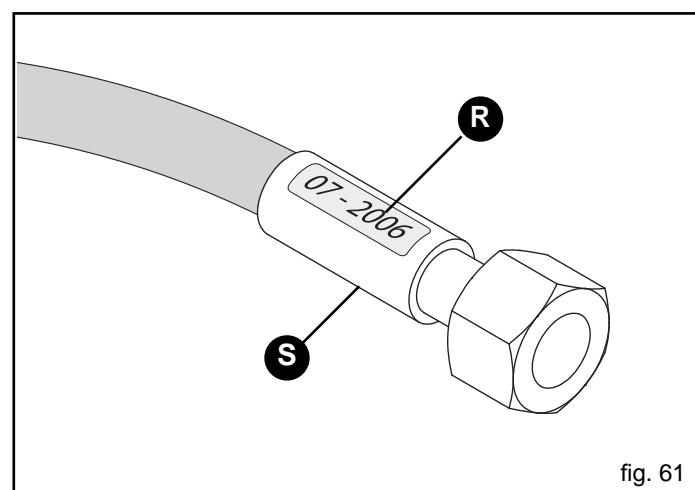

fig. 61
- perdite in prossimità dell'armatura del tubo (S, Fig. 61);
- corrosione dell'armatura (S, Fig. 61);
- superati i 5 anni dalla produzione (R, Fig. 61).